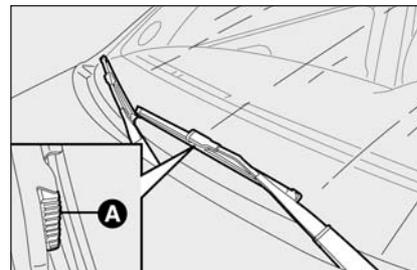

fig. 23
- premere sulle linguette **A**-fig. 23 (poste ai lati della spazzola) ed estrarre dal braccio la spazzola;